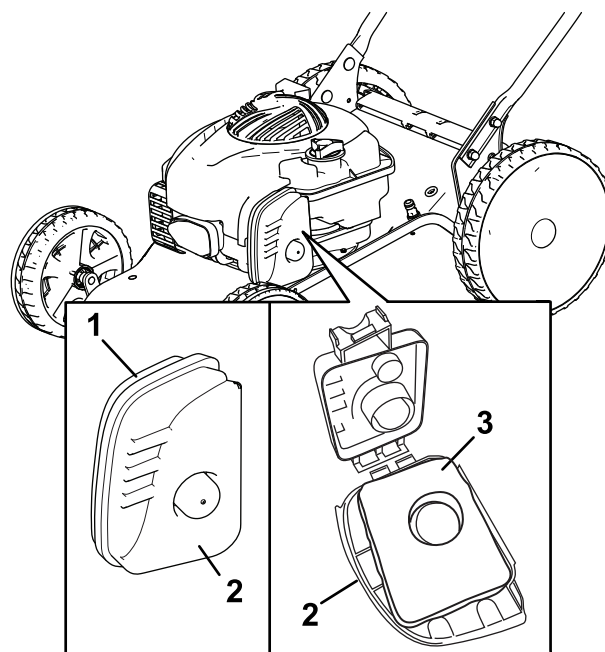

Figura 23
1. Abra los cierres de la parte superior de la tapa del filtro de aire (Figura 23).
2. Retire la tapa del filtro de aire (Figura 23).